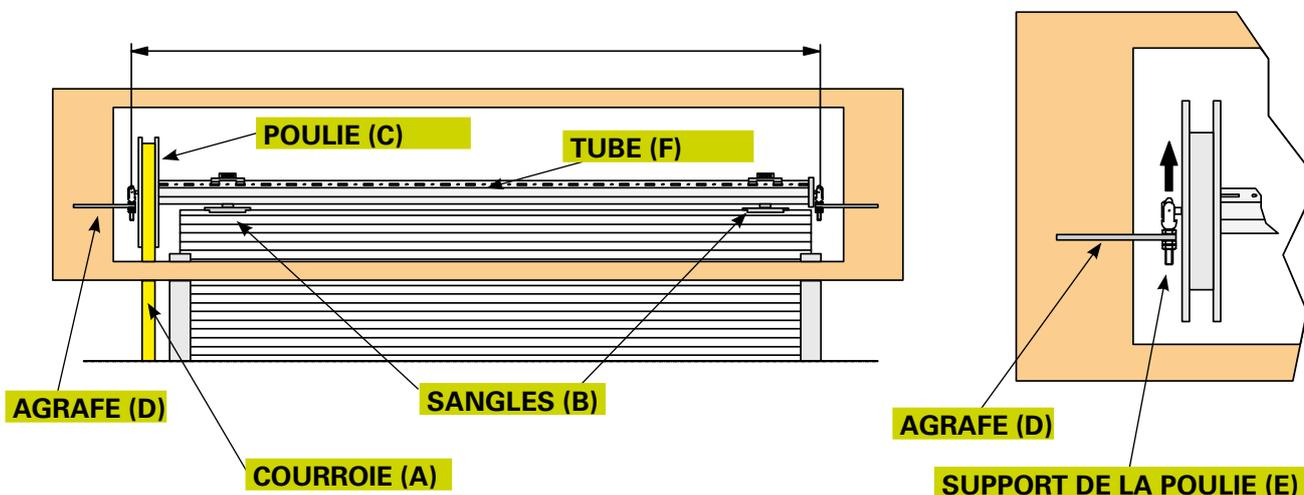

Fig.5
- 2) Dégager la courroie (fig.5 réf.A) de la poulie (fig.5 réf.C) et décrocher les sangles (fig.5 réf.B) du TUBE existant.
- 3) Enlever le support de la poulie de l'agrafe (fig.5 réf.E).
- 5) Démontez la poulie du TUBE (fig. 5 réf.F).